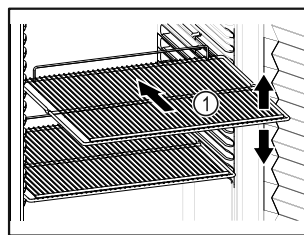

Fig. 39 Примерное изображение
- Если имеются решетчатые полки Fig. 39 (1), отрегулируйте высоту их установки.